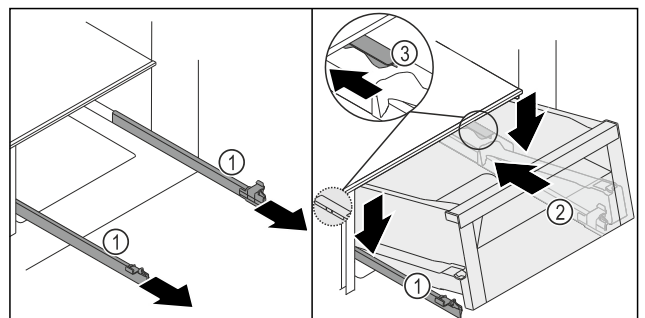
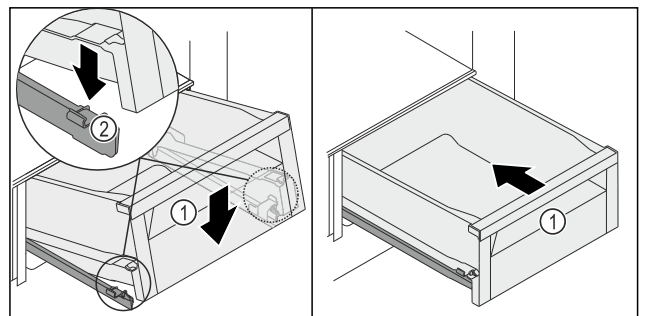

Fig. 101
Fig. 102
- ▶ Schienen Fig. 101 (1) festhalten und Schubfach Fig. 101 (2) von oben hinter dem Stopper Fig. 101 (3) auf den Schienen Fig. 101 (1) aufsetzen.
- ▶ Schubfach Fig. 101 (2) auf den Schienen Fig. 101 (1) bis zum Anschlag nach hinten schieben.
- ▶ Schubfach Fig. 101 (2) vorne absenken, so dass Schubfach links und rechts in die Klemme Fig. 102 (2) rutscht.
- ▷ Schubfach Fig. 102 (1) rastet hörbar ein.
- ▶ Schubfach Fig. 102 (1) einschieben.